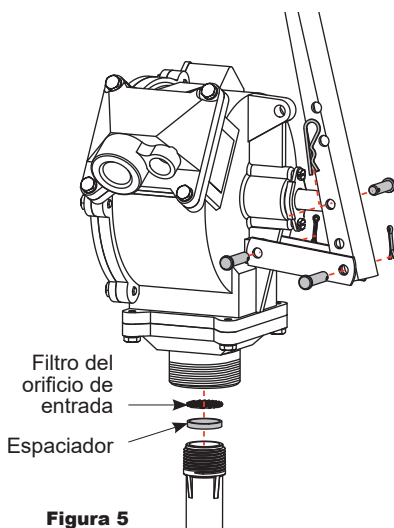

Figura 5
3. Retire el espaciador de la cubierta del orificio de entrada (vea la Figura 5).
4. Retire el filtro del orificio de entrada (vea la Figura 5).